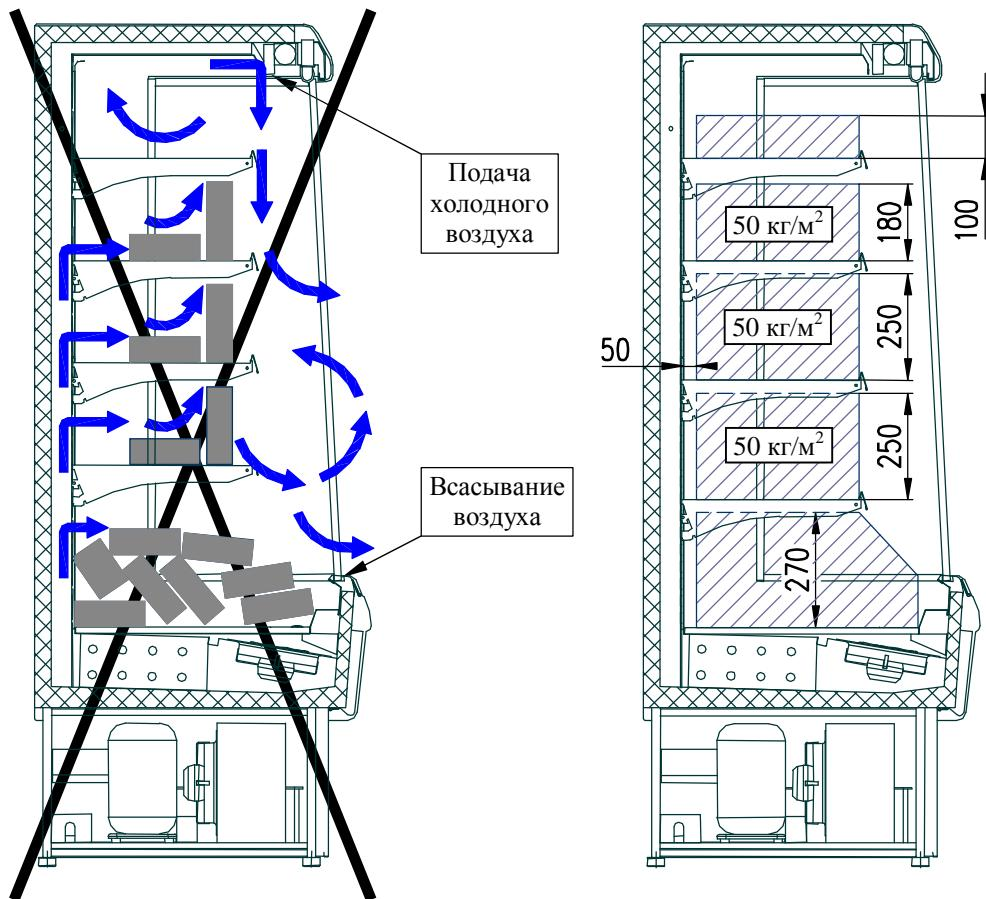

Рис. 3. Загрузка витрины продуктами
Ø Высота максимальной загрузки полок витрины продуктами показана на рис. 3.
Ø При укладке продуктов **необходимо обеспечивать их равномерное распределение по всей длине полок** (рис. 3), что обеспечивает луч-
- Ø Проверить правильность расположения продуктов в витрине, согласно разд. 3.7 и рис. 3.